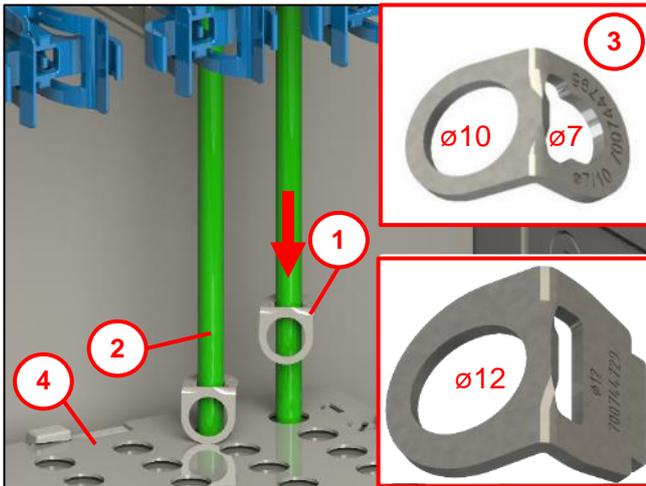

Abb. 16
Beachten: Aus Platzgründen müssen die Mikrorohre (3) ($\varnothing 10$ / $\varnothing 12$) und Einzelzugabdichtungen (2) abgestuft werden, siehe Abb. 16.